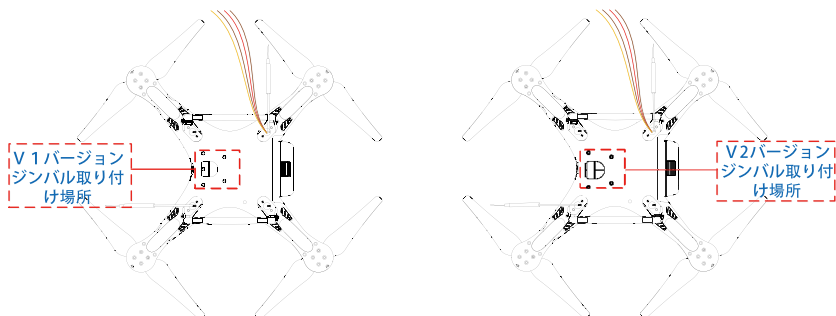

図1-4
- (1) ビデオケーブルでワイヤレスビデオトランスミッターへの給電が可能です。バッテリー電圧 (11.1V~12.6V) で、出力電流は2Aです。
- (2) ワイヤレスビデオトランスミッターは11.1V~12.6V電圧範囲内で動作させて下さい。iOSDとワイヤレスビデオトランスミッターは2Aの電流範囲内で動作させて下さい。過電流の場合、センターボード内部の部品が壊れ、問題を引き起こし易くなります。
- (3) PHANTOM 2機体は2.4GHzリモコン受信システムを使用しているため、2.4GHzのBluetoothと送受信装置以外の2.4GHz装置を使用しないでください (2.4G Wi-Fiと画像転送設備など)。
- (4) ワイヤレスビデオトランスミッターなどの通信設備を取り付けている場合、障害を妨げる為、コンパスモジュールから出来るだけ離して取り付けてください。
- (5) H3-3Dジンバルも適用できるため、PHANTOM 2の底部カバーはV 2バージョンにアップグレードしました。このバージョンはジンバル取り付け場所の結構を優れさせました (図1-4)。V 2バージョンは直接にH3-2DとH3-3Dを取り付けることができます。V 1バージョンは直接にH3-2Dを取り付けることができます。H3-3Dを取り付けるため、別の部品が必要です。(これから発表)